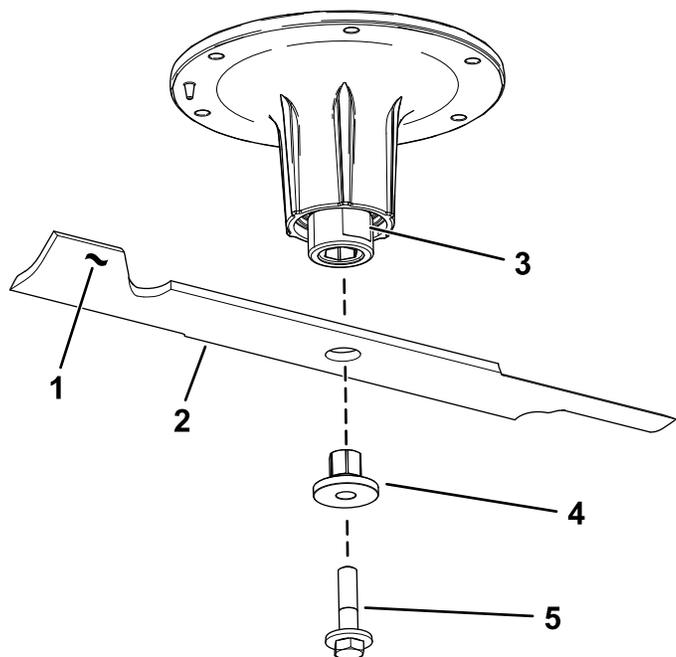

Рисунок 76
2. Снимите болт ножа, втулку и нож с вала шпинделя (Рисунок 76).